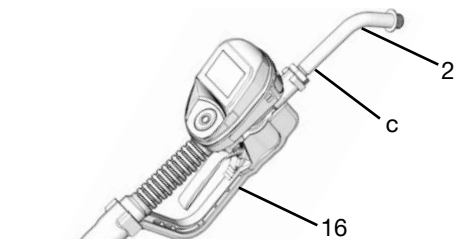

FIG. 8
1. Ajuste la tuerca (c) en la extensión (2) de forma que pueda utilizarse la conexión máxima de enrosque de la extensión (FIG. 8).
2. Enrosque la extensión (2) en la carcasa hasta que toque fondo (FIG. 8).
3. Alinee la extensión (2) con la empuñadura y el alojamiento de la válvula de dosificación con medidor (16) (FIG. 8).
4. Apriete firmemente la tuerca (c) (FIG. 8).